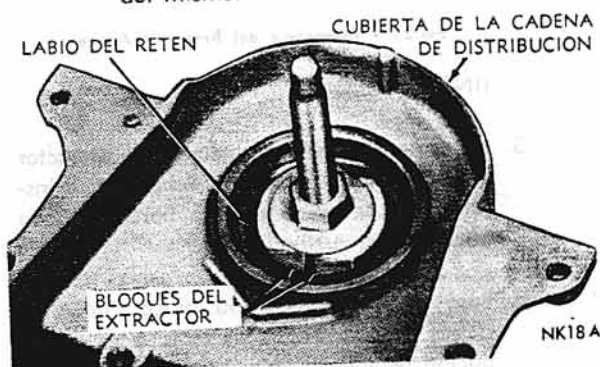

Fig. 20 - Instalación de los Cuerpos del Extractor para la Posición de Extracción.
2. Instale la arandela y la tuerca en el tornillo del extractor. Apriétese la citada tuerca con la mano tanto como sea posible forzando a los bloques en la abertura a tal punto que deforme el labio del retén principal (Fig. 20). Esto es muy importante (el extractor queda solamente instalado en este punto).